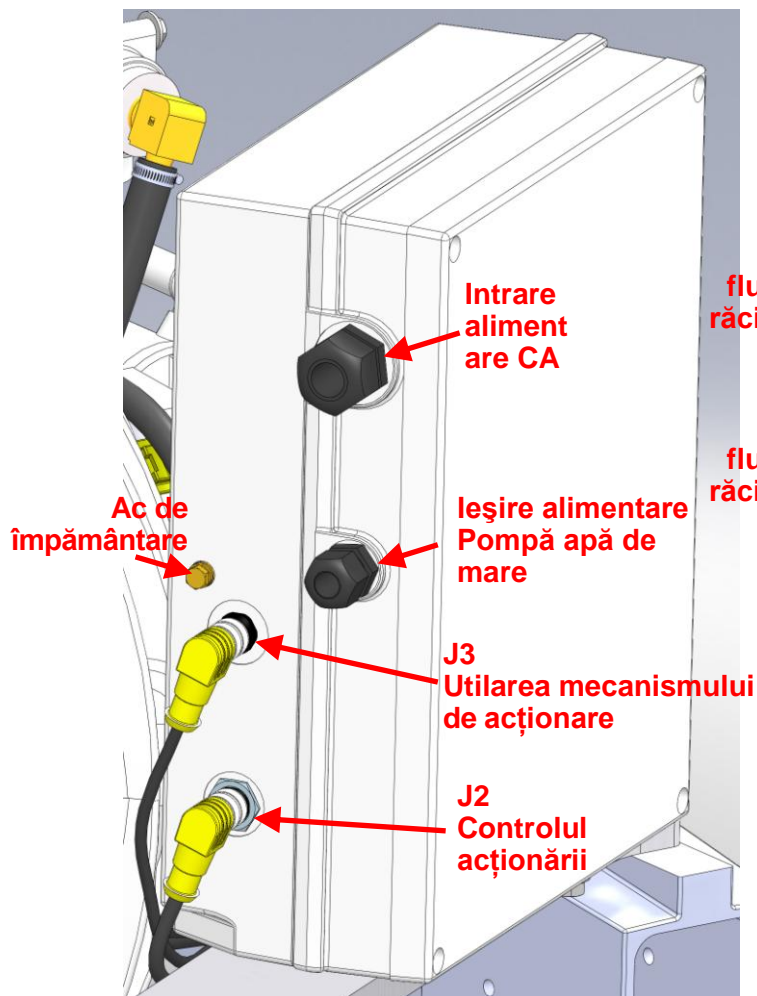
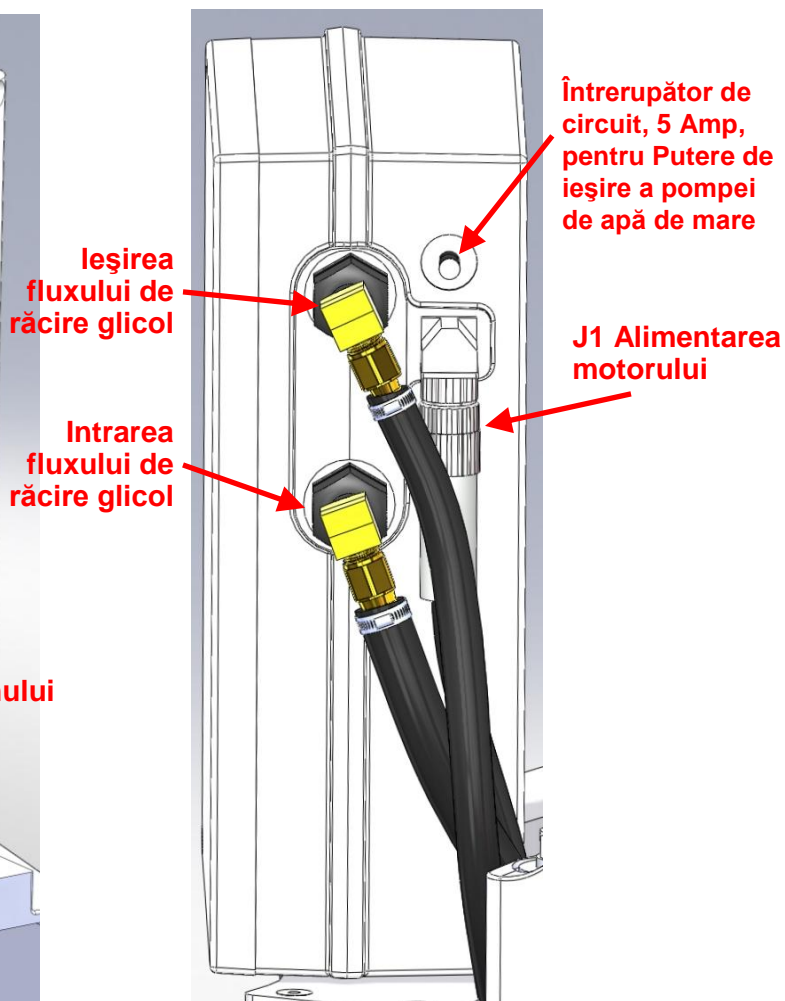

FIGURA 11 – CONECTOARELE CUTIEI COMPACTE DE ACȚIONARE MECANICĂ (STÂNGA)
FIGURA 12 – CONECTOARELE CUTIEI COMPACTE DE ACȚIONARE MECANICĂ (DREAPTA)
a. Cablurile de semnal se conectează la recipienti pe partea stângă inferioară a Cutiei compacte de acționare mecanică și se livrează montate de la uzină, cum este indicat în Figura 11. Conectorul de alimentare al motorului este furnizat de la uzină montat pe cablu, cum este indicat în Figura 12.